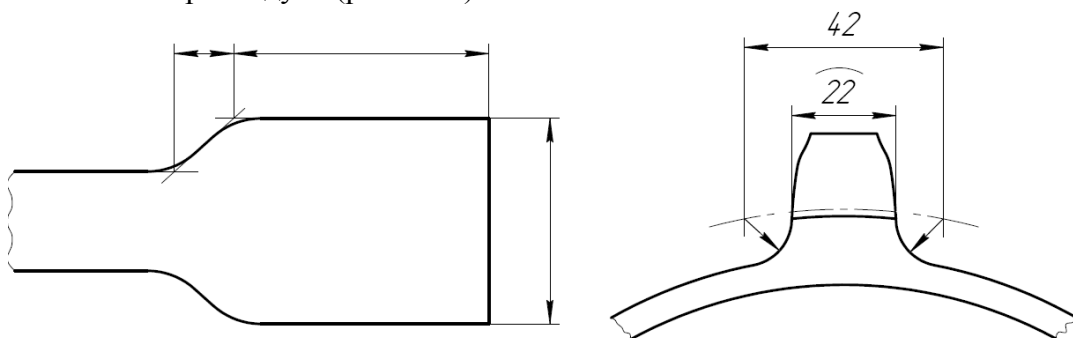

Рис. 9.10. Нанесение размеров в местах сопряжений.
10. Если очертания детали таковы, что линии контура соединяются плавными переходами, то при нанесении размеров следует продолжать линии контура до пересечения между собой или осями и размеры отнести к точкам пересечения как показано на рис.9.10.
5. Для обозначения дуги окружности следует применять знак \frown , который во всех случаях наносится над размерным числом длины дуги (рис.9.10).